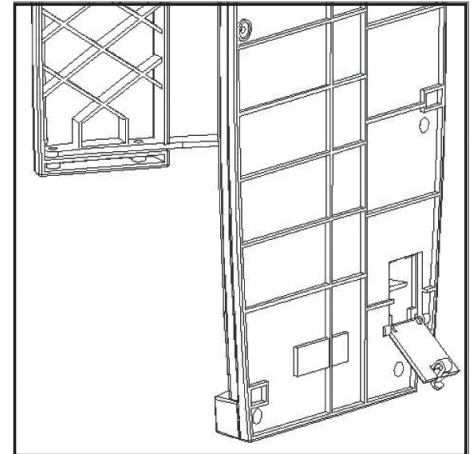

Figure 7
- Zum Entleeren des Abfallbehälters das Gerät wie in Abb. 7 dargestellt senkrecht halten.